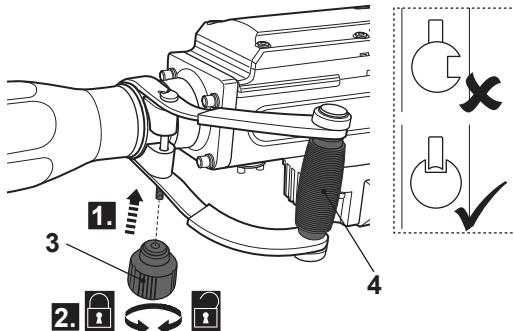

Fig. 3
- > Alinhe e enrosque o manípulo de fixação da pega (3) no perno.
- > Regule a pega adicional (4) para a posição desejada de modo a que possa segurar a ferramenta segurança durante a sua utilização.
- > Aperte o manípulo de fixação da pega (3) para fixar a pega adicional (4) nessa posição (Fig. 3).